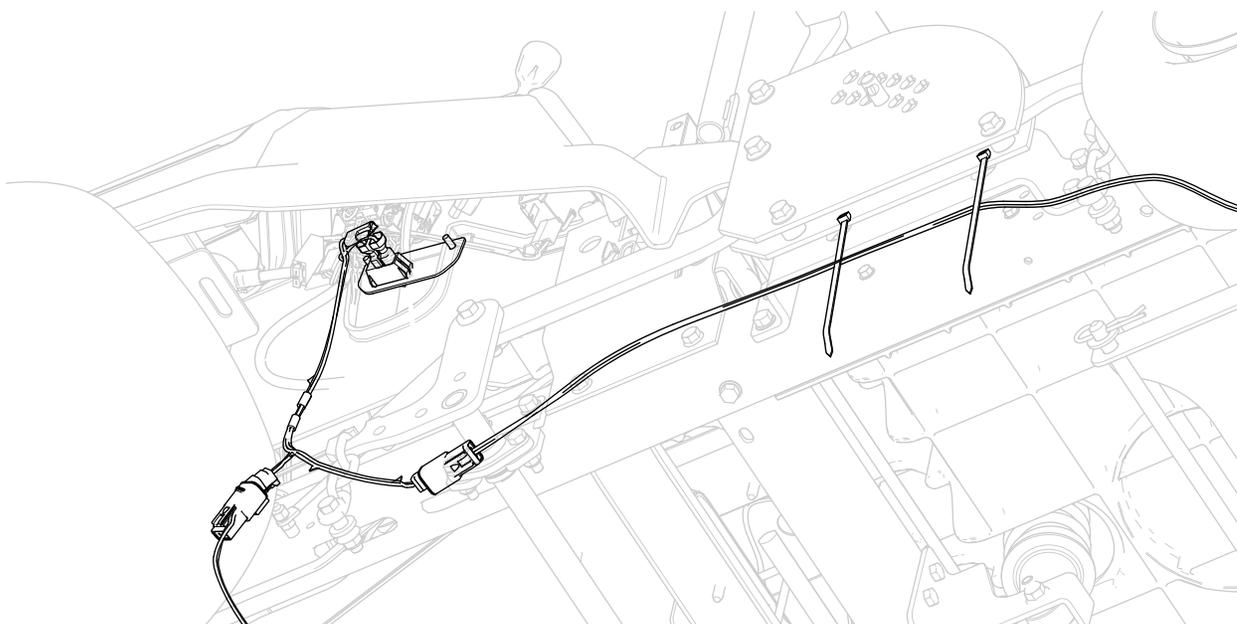

Figura 13
- Disponete il cablaggio preassemblato tra la piastra della scatola di comando destra e la leva destra di sollevamento del piatto (Figura 13).
- Collegate il cavo preassemblato della luce anteriore al relativo connettore sul cablaggio preassemblato del kit luci (Figura 13).